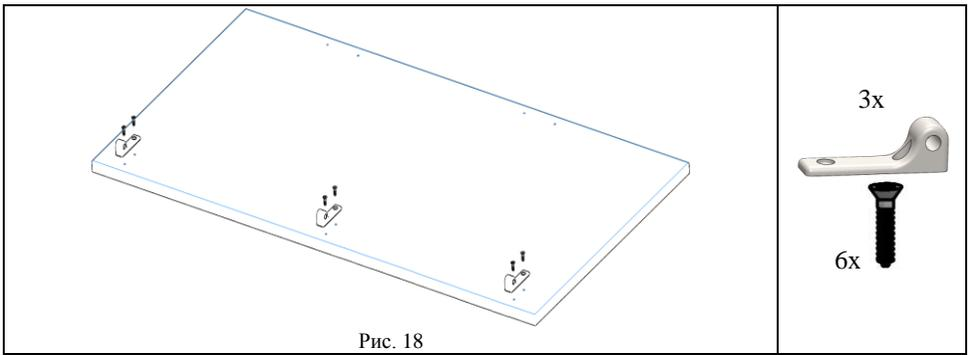

Рис. 18
5.5.1. На столешницу (поз. 4) прикрутить СУТ.41.191 шарнир подвижный (поз. 3, пакет № 143а) при помощи саморезов с потайной головкой 4×12 (поз. 4, пакет № 143а), см. рис. 18.